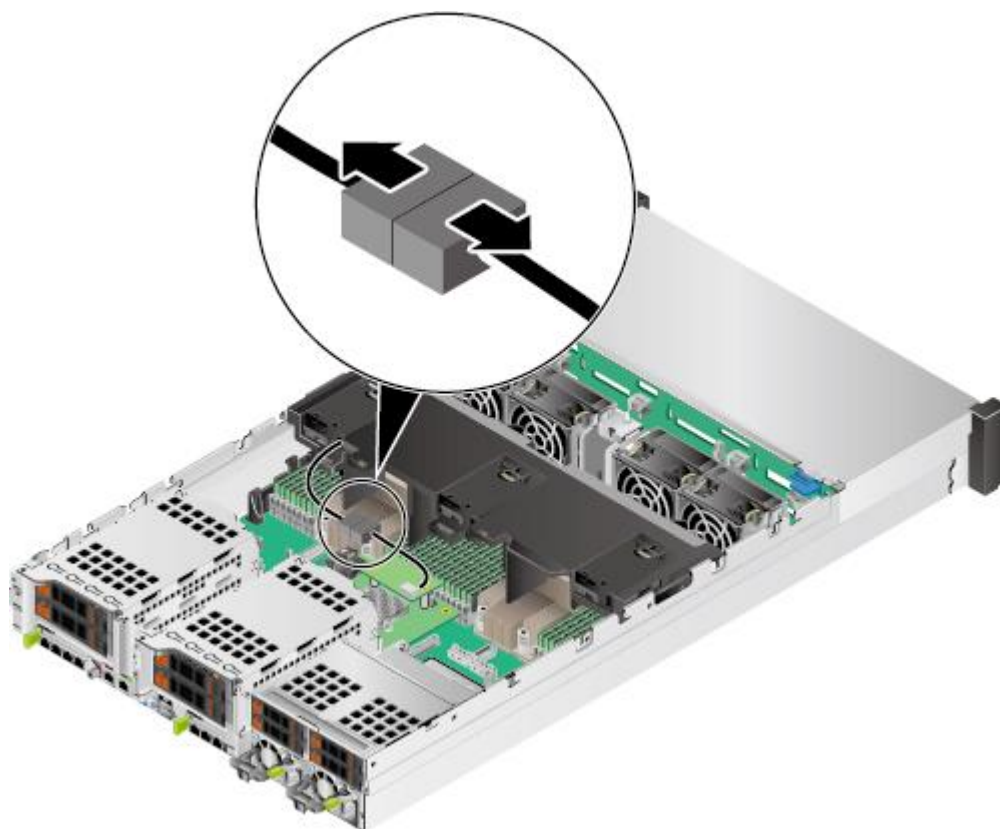

图 3-16 拆卸超级电容线缆
7. 如果服务器选配超级电容，需要按住卡扣断开超级电容和 TFM 卡之间的连线，如图 3-16 所示。